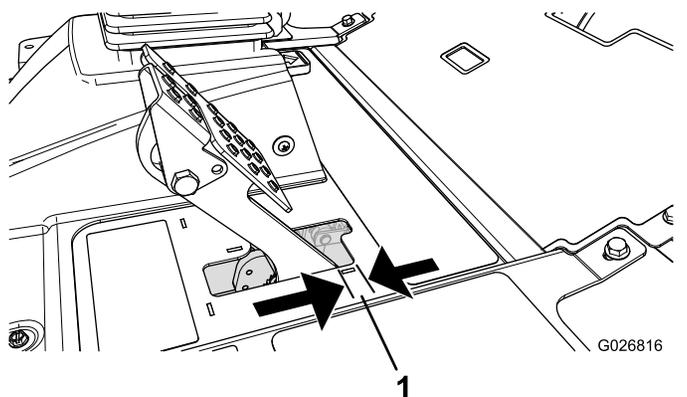

Figura 97
Ajuste los frenos si el pedal de freno tiene más de 2,5 cm de holgura, o cuando se necesite más fuerza para frenar (Figura 97). La holgura es la distancia que recorre el pedal de freno antes de notarse una resistencia de frenado.
2. Apriete la tuerca trasera para mover el cable hacia atrás hasta que los pedales de freno tengan una holgura de 0,63 a 1,27 cm antes de que se bloquee la rueda (Figura 97).